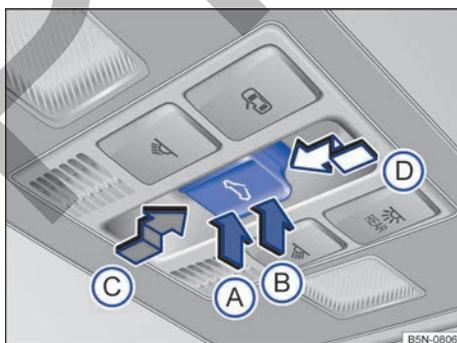

Fig. 72 En el revestimiento interior del techo: tecla del techo de cristal.
- **Ajustar la posición deflectora:** Pulse la tecla por la zona → fig. 72 **(B)** hasta el primer nivel. Función automática: Pulse la tecla por la zona **(B)** hasta el segundo nivel.